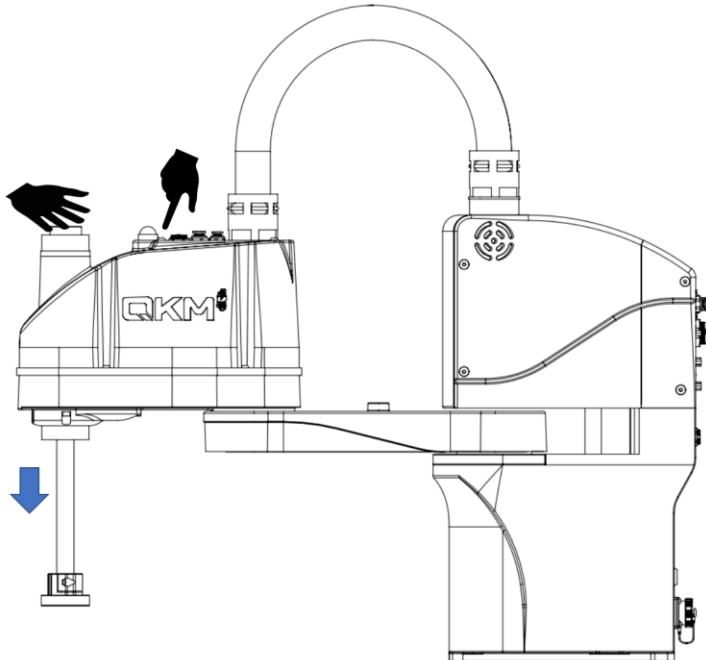

图 4-2 向下移动花键丝杆轴
**步骤1** 在通电未上伺服情况下，按住机器人第二机械臂上的抱闸按钮，佩戴一次性防护手套将花键丝杆轴推至到底端，如图 4-2 所示。